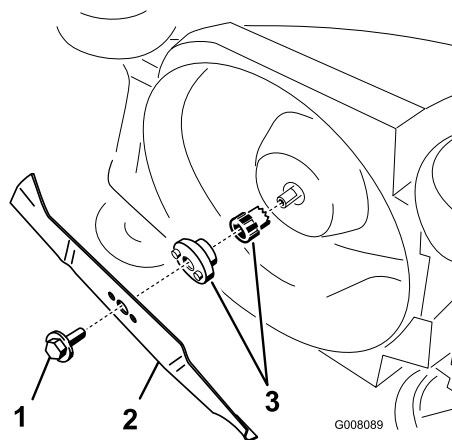

Figura 24
1. Afferrate l'estremità della lama (Figura 24) con un cencio o un guanto bene imbottito.